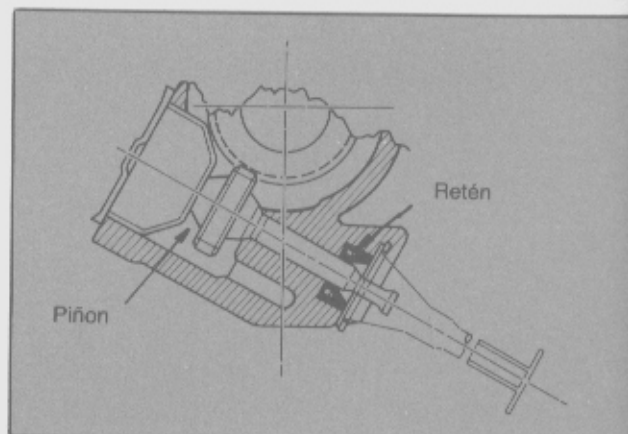

Fig. 41 - Posición del piñón del velocímetro y del retén.
- Instalar un nuevo retén. Colocar el piñón del velocímetro y la tapa (Fig. 41).